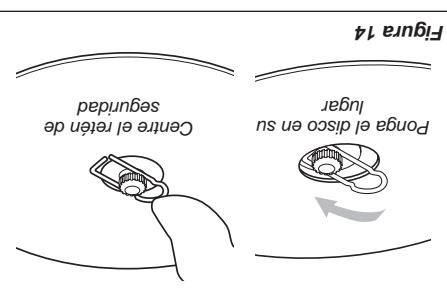

Figura 12
1. Alinee la muñeca en el Soporte "A". Consulte la figura 12.